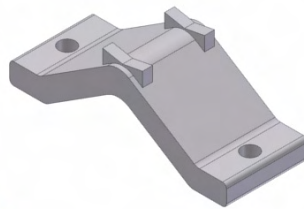

Figure I-2: petite clame
- une *petite clame* (voir figure I-2)